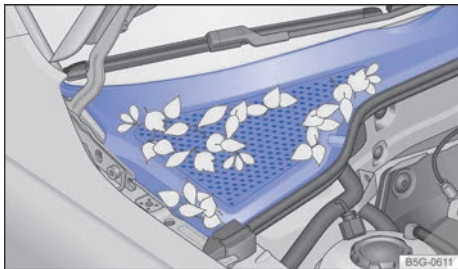

Fig. 194 Entre el vano motor y el parabrisas: caja de aguas (representación esquemática).
Caja de aguas, vano motor: Retire la hojarasca y otros objetos sueltos con un aspirador o con la mano → fig. 194 → ①. La limpieza del vano motor debería realizarla siempre un taller especializado → ▲.